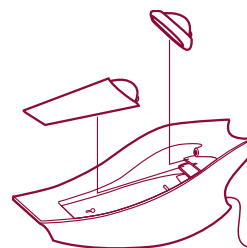

図14
- 使用していない時は充電台のコンパートメントに収納してください。（図14）